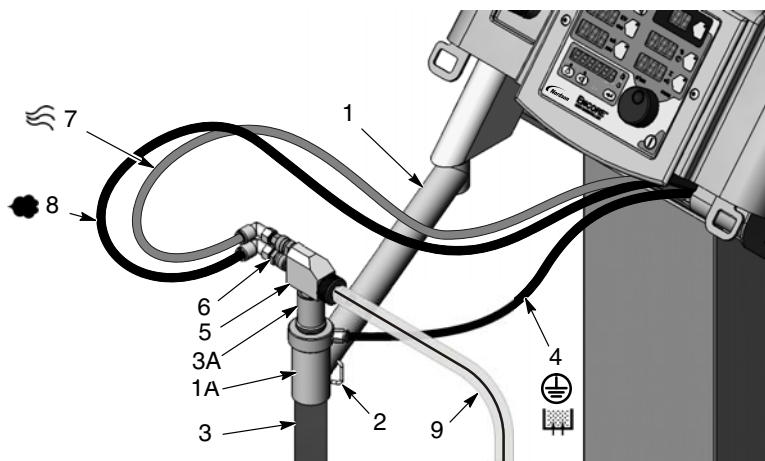

Рис. 3-6 Система VBF – монтаж всасывающей трубки и насоса
1. См. рис. 3-6. Распаковать всасывающую трубку (3).
2. Отвести в сторону штангу всасывающей трубки (1) над вибростолом, отвести скобу всасывающей трубки (2), а затем протолкнуть всасывающую трубку через ее держатель (1А).
3. Установить насос (5) в его переходник (3А) легким вращательным движением.
- голубой 8-мм пневмошланг распыла (7) в верхний фитинг насоса,
- черный 8-мм пневмошланг дозирования (8) в нижний фитинг насоса,
- черный 6-мм пневмошланг псевдооживления (4) в фитинг всасывающей трубки.
**ПРИМЕЧАНИЕ:** Насос снабжен быстроразъемными соединителями (6). Для отсоединения необходимо оттянуть накатанное кольцо соединителя.
5. Присоединить к насосу один конец порошкового шланга (9).